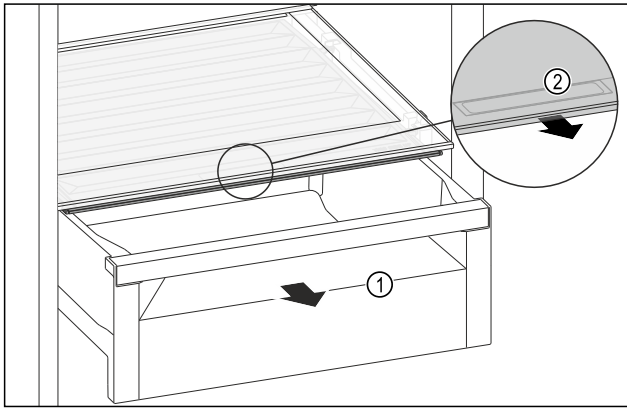

Fig. 175
- ▶ Извлеките выдвижной ящик Fig. 175 (1).
- ▶ Возьмитесь за утопленную ручку Fig. 175 (2) на крышке отделения и одновременно потяните крышку отделения вперед.